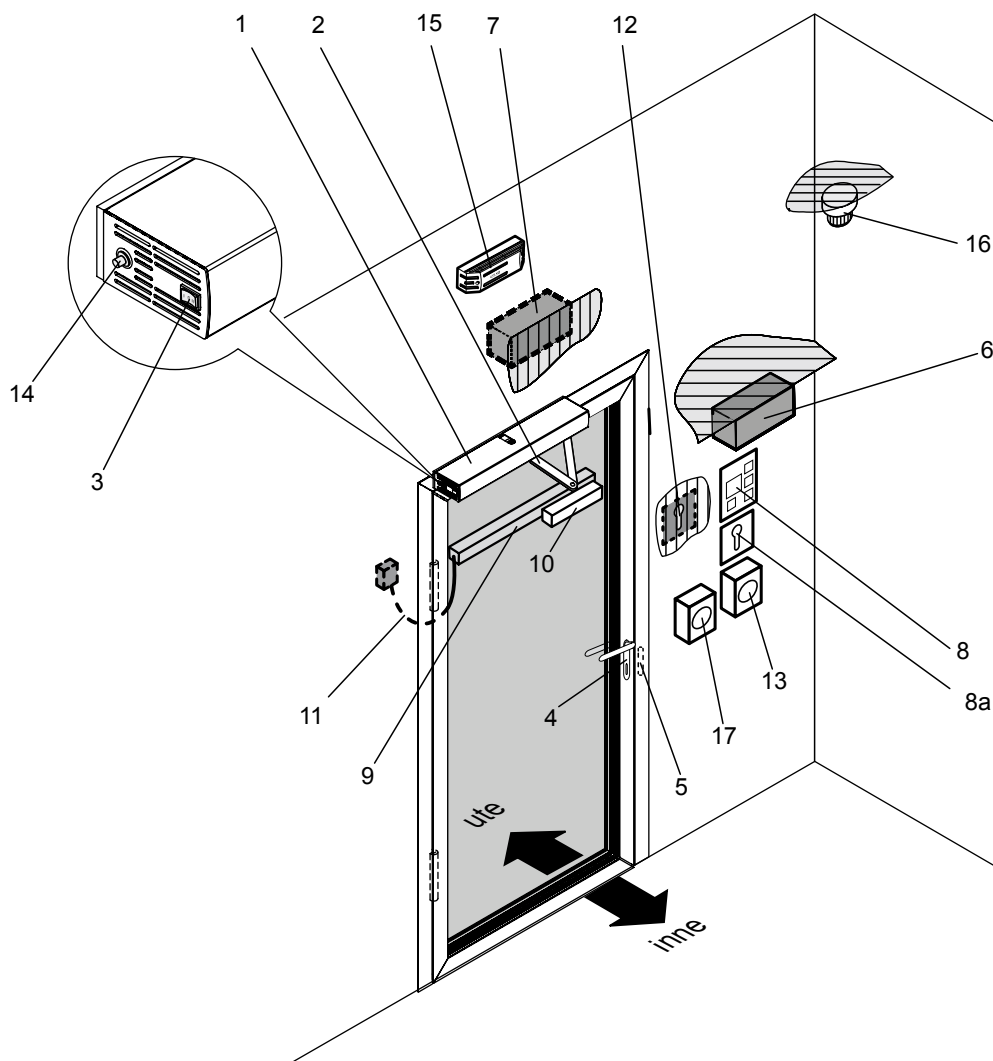

fig.1 Exempel: dörrautomatik Slimdrive EMD-F, enkelflyglig, karmmontage
- Dörrautomatiken kan monteras på dörrkarmen (fig 1) eller på dörrbladet.